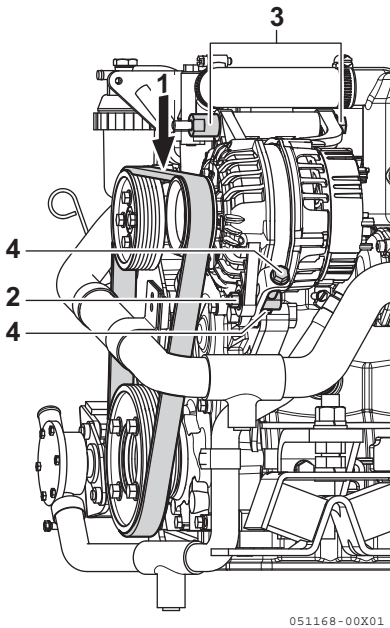

Figure 3
2. Vérifiez en appuyant avec le doigt au milieu de la courroie (**Figure 3, (1)**).
3. Déserrez les 3 boulons de l'alternateur (**Figure 3, (2) (3) (4)**).
4. Vissez le boulon de réglage (**Figure 3, (4)**) et déplacez l'alternateur pour régler la tension correctement.